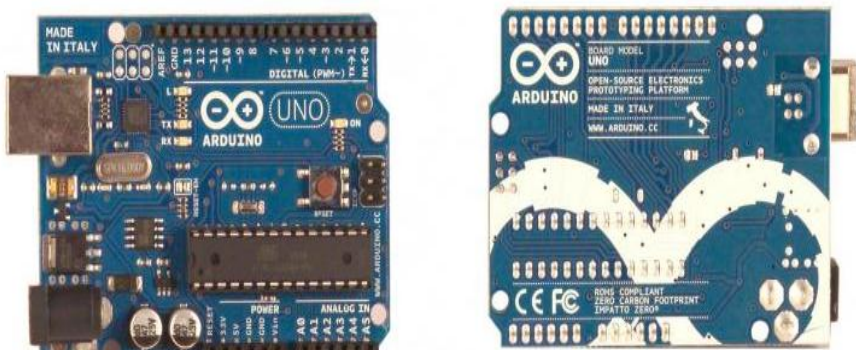

Рисунок 1 – Внешний вид Arduino Uno.
- платформы Arduino Uno (рис.1);